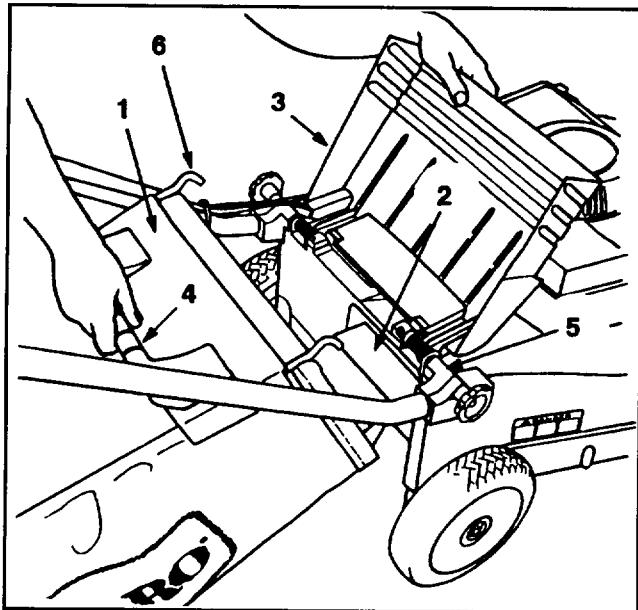
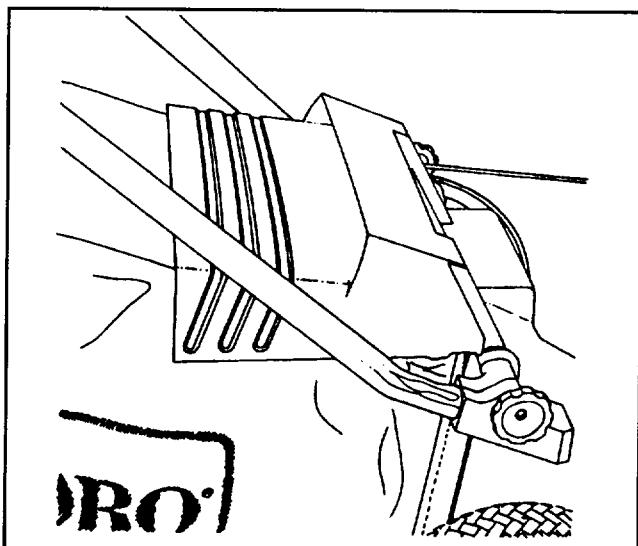

Abbildung 12
Abbildung 13
2. MONTAGE DES SACKS—Die Auswurfklappe anheben, den Ansatz des Sacks in die Auswurfoffnung schieben und den Sackrahmen auf den Haltebolzen am Gehäuse schieben (Abb. 12). Die Auswurfklappe soll auf der Oberseite des Sacks aufliegen (Abb. 13).